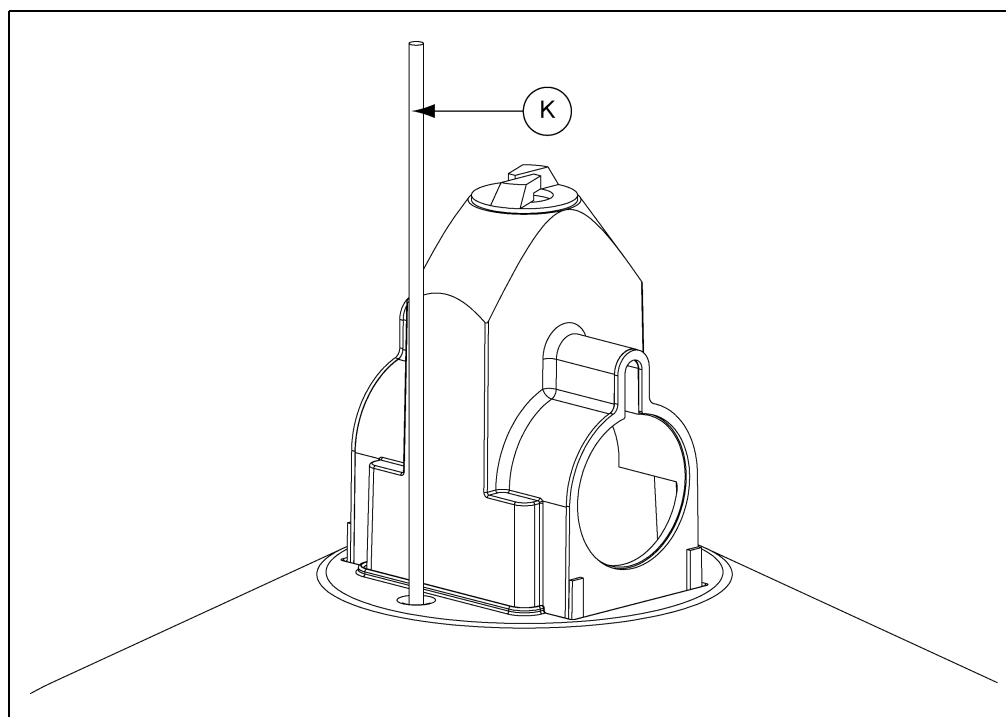

Рисунок 4Y
8. Пропустить кабель (K) Через отверстие в пан подачи щита. (см. рисунок 4Y.)